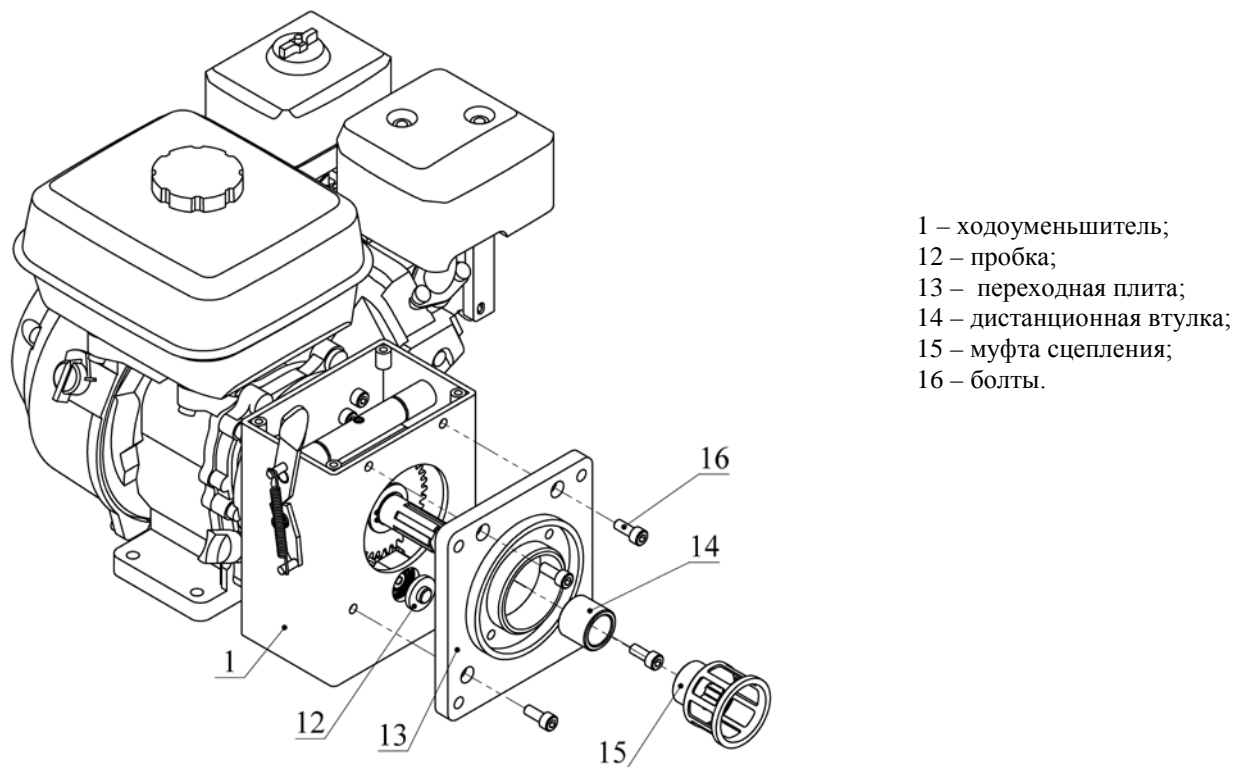

Рис.9 – Схема установки переходной плиты мотоблока на ходоуменьшитель
9. Обезжирьте сопрягаемые поверхности корпуса ходоуменьшителя поз.1 и переходной плиты поз.13 (рис.9).